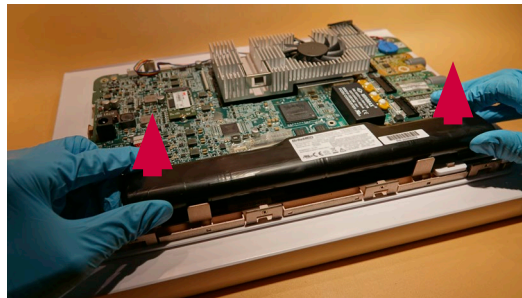

Рис. 14. Извлечение батареи
a) Извлеките батарею из главной платы устройства отображения (рис. 14)